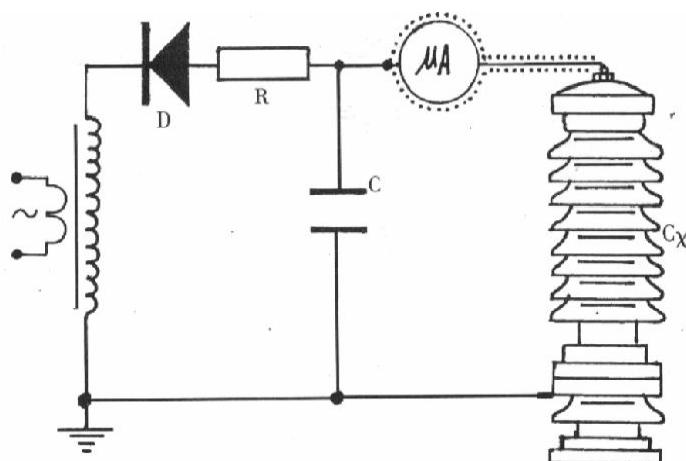

图5 微安表接入试品CX高压侧接线图
6.4.2 当需要精确测量被试品泄漏电流时，则应在高压侧串入高压微安表，如图5所示。